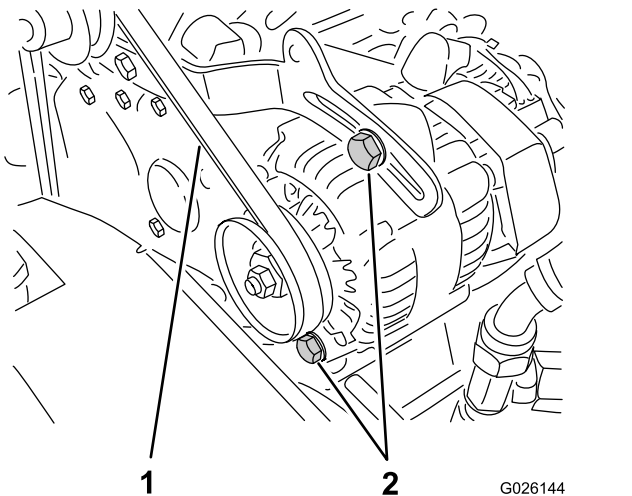

Figura 62
2. Compruebe la tensión presionando la correa en el punto intermedio entre las poleas del cigüeñal y del alternador con una fuerza de 10 kg (22 libras) (Figura 62).
- A. Afloje los 2 pernos de montaje del alternador (Figura 62).
- B. Usando una barra, gire el alternador hasta obtener la tensión correcta de la correa, luego apriete los pernos de montaje (Figura 62).